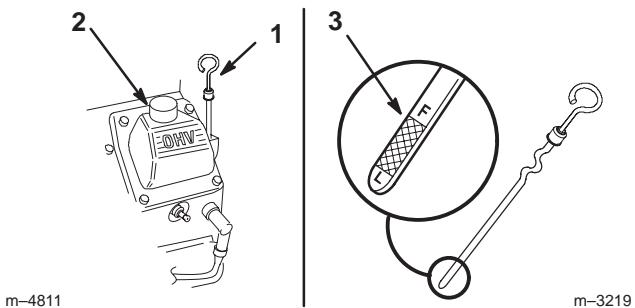

Figure 36
- Nettoyez la surface autour de la jauge d'huile (Fig. 36) pour éviter que des impuretés ne s'introduisent dans le goulot de remplissage, ce qui risquerait d'endommager le moteur.
- Sortez la jauge d'huile et essuyez soigneusement l'extrémité métallique (Fig. 36).
- Enfoncez la jauge complètement dans le goulot de remplissage. Sortez de nouveau la jauge et examinez l'extrémité métallique (Fig. 36). Si le niveau est bas, versez lentement juste assez d'huile dans le goulot de remplissage pour amener le niveau au repère du plein (F).
- Versez lentement environ 80% de la quantité d'huile spécifiée dans le goulot de remplissage (Fig. 36) (voir Vidange de l'huile moteur et remplacement du filtre, page 34).